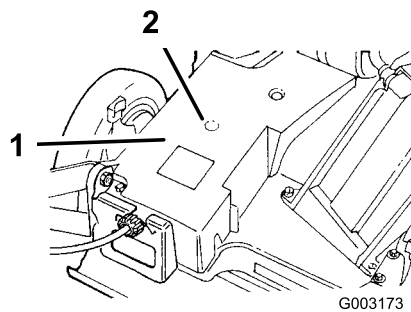

Figura 23
2. Montate un ingrassatore a pressione sul raccordo di ingrassaggio nell'apertura del copricinghia (Figura 23).